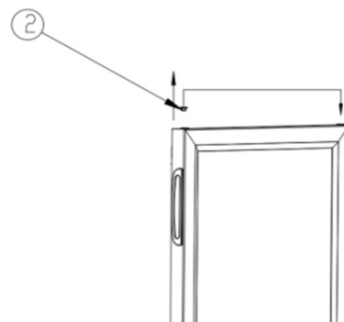

Fig.2
5. Retirer le cache décoratif ② de la charnière supérieure gauche de la porte à l'aide d'un tournevis plat.
6. Installer le couvercle décoratif retiré ② dans le trou de l'arbre supérieur droit du corps de la porte (comme indiqué dans la figure 2).